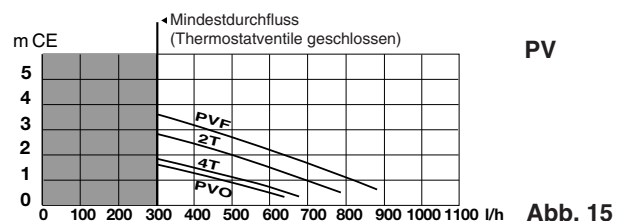

Abb. 15
- **PV**, (langsam), Kennlinien Abb. 15.